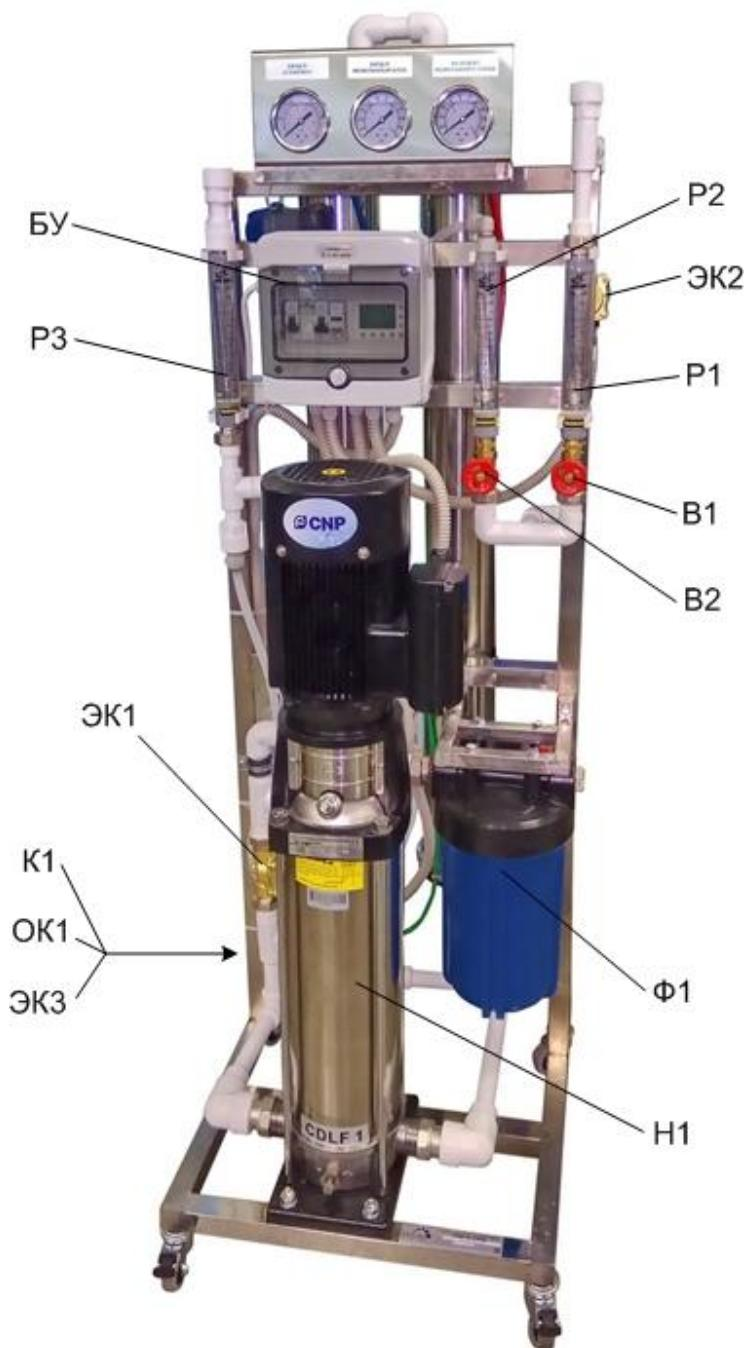

Рис.1 Общий вид установки.
2.1 Общий состав установки (см. рис. 1)
Перед мембранным блоком установлен фильтр механической очистки с размером пор 5 мкм (Ф1 на рис. 1). Данный фильтр предохраняет мембранны и насос от мелких механических примесей, присутствующих в воде.
2.1.3 Насос высокого давления (Н1- на рис. 1) предназначен для повышения давления перед мембранным блоком до значения, необходимого для нормальной работы мембранных элементов.
Установка оснащена следующими приборами (рис. 1):